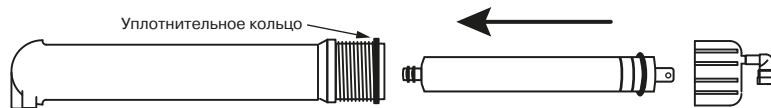

Рис. 15
1. Установите префильтр(ы). Первый префильтр (маркировка на колбе PREFILTER) уже установлен во всех моделях. В во вторую колбу (маркировка CARBON) установите угольный картридж. В третью ступень (SEDIMENT) установите механический префильтр. Картриджи, соответствующие ступеням очистки для каждой модели фильтров, перечислены в таблице на стр. 18. Для установки картриджа необходимо раскрутить колбу при помощи ключа (10). Аккуратно снимите защитную пленку с картриджа и установите его в колбу. Обратите внимание на маркировку "THIS END NEXT TO VESSEL THREADS" на верхней крышке картриджа или на указания на этикетке. Закрутите колбу вручную, без применения ключа, не прикладывая чрезмерных усилий.
2. Установите мембранны. Для этого отсоедините трубку (H) от быстроразъемного коннектора крышки мембранны. Открутите крышку колбы мембранны (маркировка MEMBRANE). Смажьте силиконовой смазкой резиновые уплотнения мембранны. Установите мембранны в корпус согласно **рис. 15**. Смажьте силиконовой смазкой уплотнение крышки колбы мембранны и аккуратно установите его на колбу. Закрутите крышку колбы мембранны и пристыкуйте трубку (H). Следите, чтобы уплотнительное кольцо крышки колбы было установлено на колбе без перекосов.